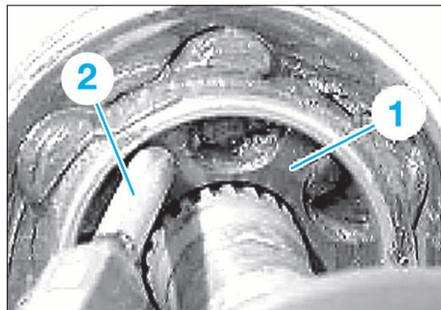

FIG. 11
- Frapper avec un mandrin (2) en cuivre ou en laiton sur la bague intérieure (1) du joint homocinétique (Fig.11).